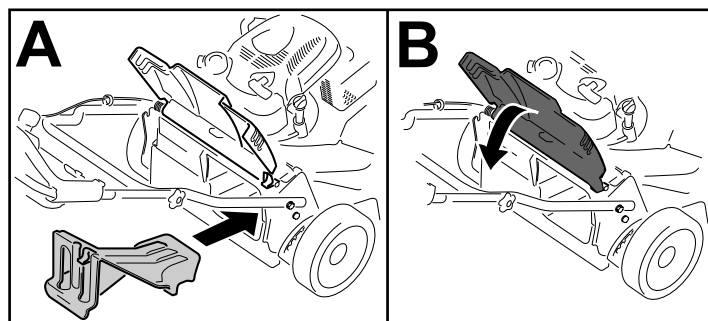

Figura 23
**Importante:** Prima di riciclare lo sfalcio, verificate che il coperchio di scarico posteriore sia montato (Figura 23).